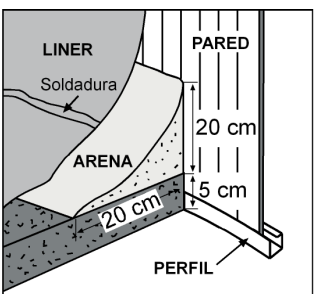

fig. 21
g) **Importante:** Una vez extendida la arena tamizada, vuelva a poner arena limpia (sin piedras, ni ningún objeto extraño), creando una cuña de forma triangular de 20 cm. de base x 20 cm. de altura. De esta forma evitaremos que toda la presión del agua dañe o deslice el liner por debajo de la pared de acero, y que las fuerzas se distribuyan uniformemente, fig. 21. Antes de colocar el liner es recomendable poner un tapiz (un plástico, una manta, césped artificial...) entre la arena y el liner para mayor protección del liner.